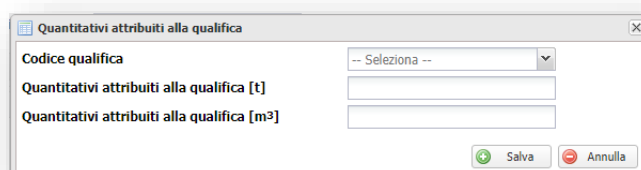

Figura 13 – Quantitativi attribuiti alla qualifica
7. **Lista quantitativi contrattualizzati:** dato che alcuni Operatori potrebbero avere un unico contratto di fornitura per più impianti di produzione di biocarburanti avanzati diversi dal biometano, questa funzionalità consente di ripartire i quantitativi contrattualizzati tra i vari impianti qualificati. L'utente deve cliccare sul pulsante **"Inserisci quantitativi"** (Figura 11, B) e inserire i quantitativi per ogni codice qualifica (Figura 13). Nel caso in cui l'utente ha un solo impianto di produzione, potrà inserire tutto il quantitativo massimo contrattualizzato, comprensivo dell'eventuale tolleranza, sullo stesso codice qualifica;